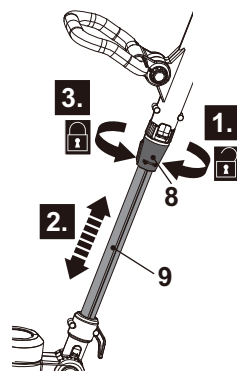

Fig. 5
1. Solte a manga de bloqueio (8) no sentido horário (Fig. 5, passo 1).
2. Puxe a vara inferior (9) para fora ou empurre-a para dentro para ajustar o comprimento pretendido (Fig. 5, passo 2).
3. Aperte a manga de bloqueio (8) no sentido anti horário (Fig. 5, passo 3).